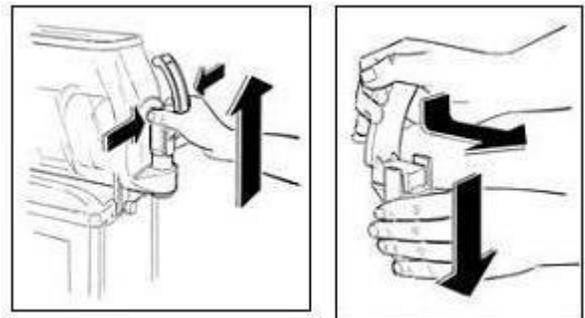

Fig. 6
- **S**montare il rubinetto dalla vasca premendo contemporaneamente sulle due alette di blocco e sollevarlo in modo da estrarlo dalla propria sede (fig.6).
- **S**comporre il rubinetto in tutti i suoi componenti tenendo premuto verso il basso il corpo e sfilando la leva dalla propria sede (fig.6).